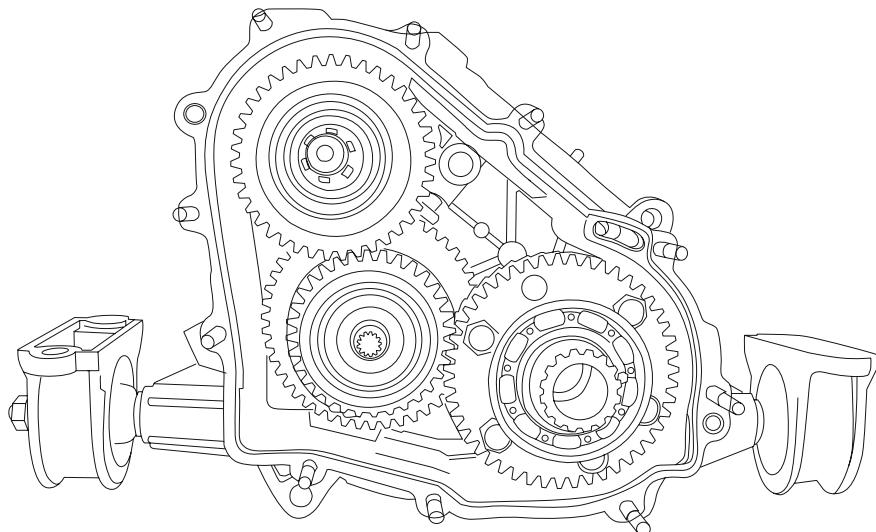

Рис. 8
**❗ ВНИМАНИЕ:** Ведущий, промежуточный валы и дифференциал раздаточной коробки в сборе с шестерней устанавливаются в картер раздаточной коробки одновременно (Рис. 8).